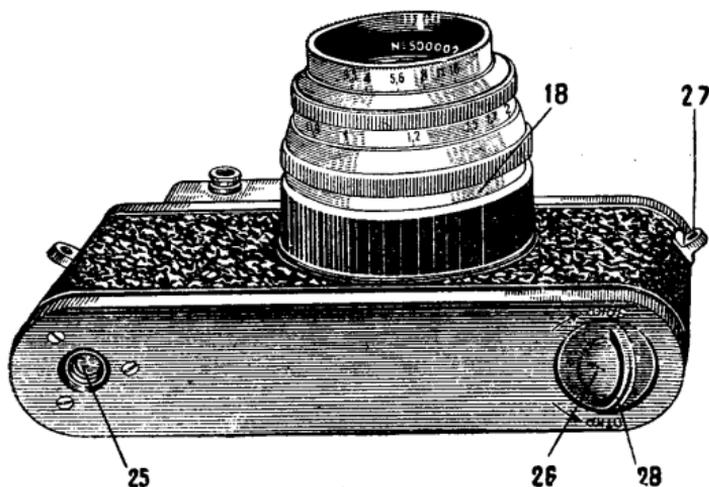

Рис. 4.
7. Наденьте нижнюю крышку, плотно прижмите ее и поверните дужку замка 28 (рис. 4) по ходу часовой стрелки на пол-оборота. Стрелка замка будет указывать на «Закр.». Проверьте, замкнута ли крышка. После этого дужку замка утопите в углублении крышки.